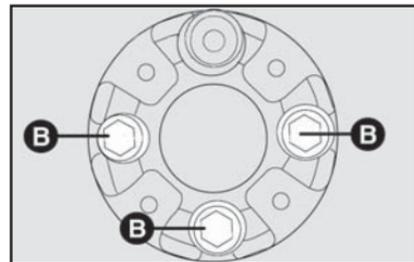

fig. 19
3) Aperte os 4 parafusos de fixação e o dispositivo antifurto, girando a chave de roda no sentido horário **fig. 19**.